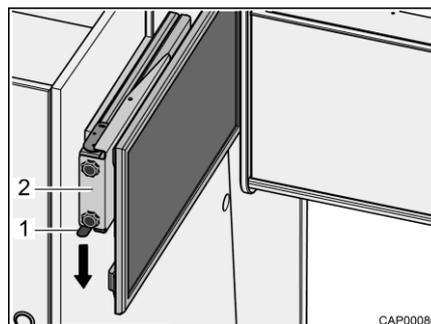

Bild 45 Auszug mit Flachbildschirm
- Rastfeder (Bild 45,1) nach unten drücken und Auszug (Bild 45,2) mit Flachbildschirm waagrecht in Richtung Fahrzeugmitte herausziehen.
- Auszug (Bild 45,2) mit Flachbildschirm waagrecht bis zum Anschlag schieben. Die Rastfeder (Bild 45,1) rastet hörbar ein.